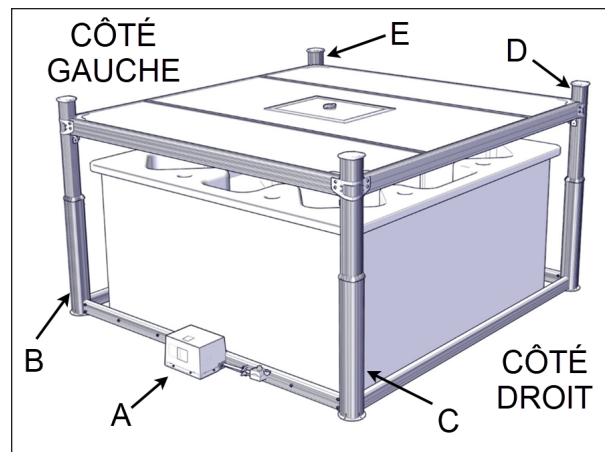

FIGURE 32: INSTALLATION DE L'OPÉRATEUR ET DES VÉRINS
1. Mettre le cadre de l'opérateur en place, habituellement du côté opposé à l'entrée du spa, voir Figure 32. Le cadre de l'opérateur doit être installé du côté court du couvercle.